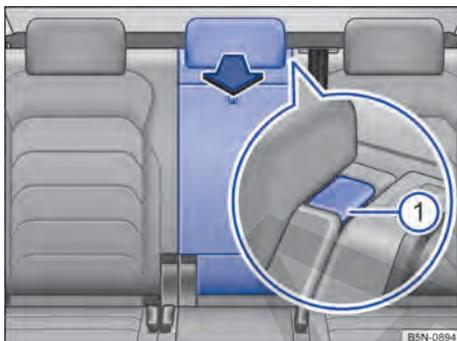

Fig. 194 En el respaldo del asiento trasero: apertura de la trampilla para cargas largas.
- Presione la tecla de desbloqueo → fig. 194 ⓘ y abata la trampilla hacia delante → ▲.
- Levante la trampilla hacia atrás y presiónela con fuerza en el bloqueo hasta que encastre correctamente → ▲. La marca roja de la tecla de desbloqueo → fig. 194 ⓘ ya no deberá verse.